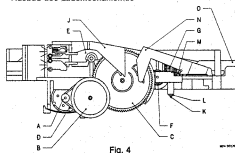
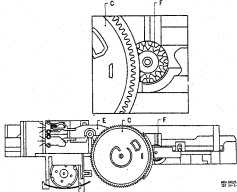

Fig. 4
Fig. 5
- Veranlassen, dass die Öffnung in Zahnräd F senkrecht angeordnet ist (siehe Bild 4) und Kammer C anbringen in der Weise wie in Bild 5 dargestellt.